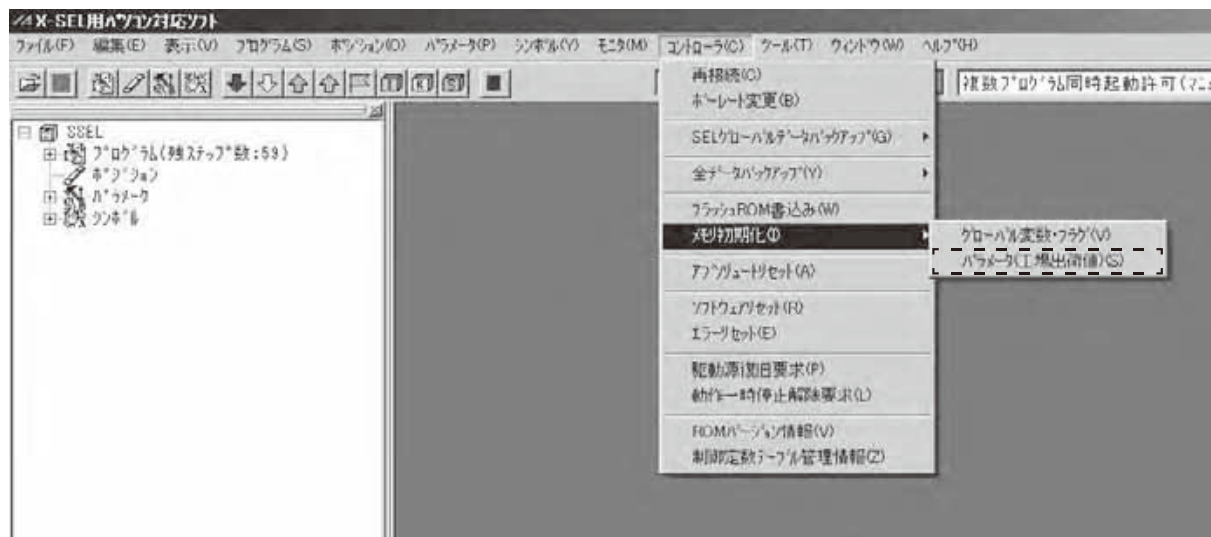

図 8.21 メニューバー（パラメータ初期化（工場出荷値）：SSEL の表示例）
- (2) 表示されたパスワード入力画面にパスワード（5119）を入力すると、メモリ初期化メニューに「パラメータ（工場出荷値）」メニューが表示されます（図 8.21）。